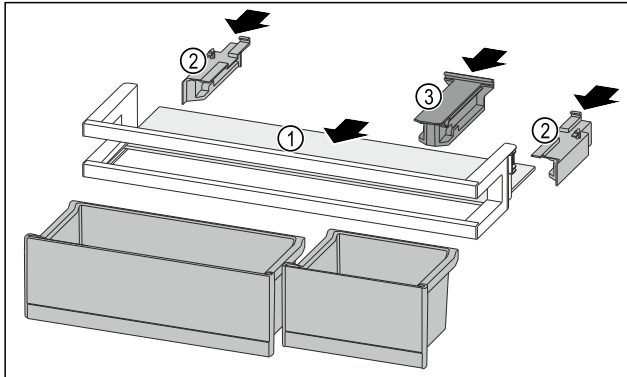

Fig. 136
- ▶ Abstellfläche Fig. 136 (1) in die seitlichen Einsparungen einschieben.
- ▶ Seitenteile Fig. 136 (2) einsetzen.
- ▶ Halteteil Fig. 136 (3) einsetzen.